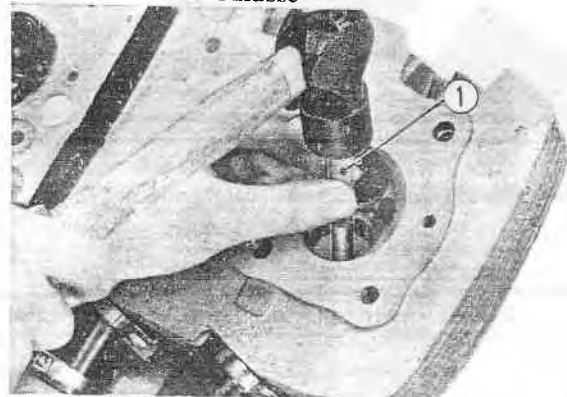

Fig. 3-47 ① Outil pour le démontage des guides de soupape
3. Enlever les guides de soupape au moyen de l'outil pour le démontage des guides de soupape (numéro de référence 07046-30001). (Fig. 3-47)